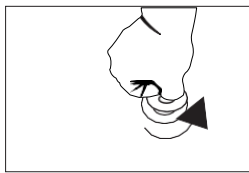

Figura 3
12. Colocar um recipiente logo abaixo do bujão de drenagem e esvaziá-lo cada vez que estiver cheio. (Figura 3)
15. Ligar o aparelho à tomada e deixá-lo funcionar vazio durante pelo menos três (3) horas na posição "Super cooling".